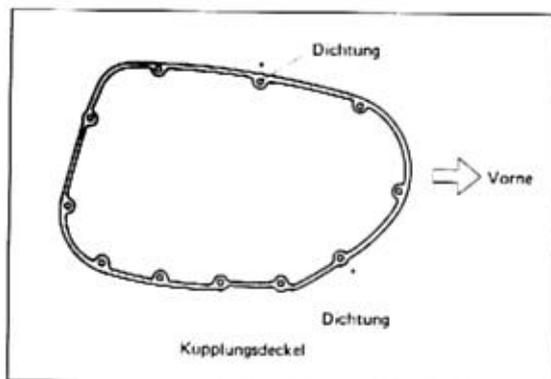

Bild 92
- Befestigungsschrauben schrittweise über Kreuz anziehen. Einbaulage der Schrauben mit Dichtscheiben und Kabelhalter siehe Bild 92.